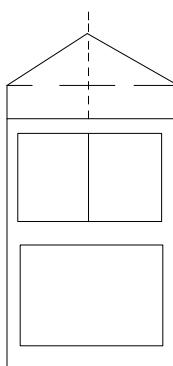

图 3
- 4、 开箱起吊时钢丝应勾在吊环上两点应对角勾（吊箱图见图 3）。